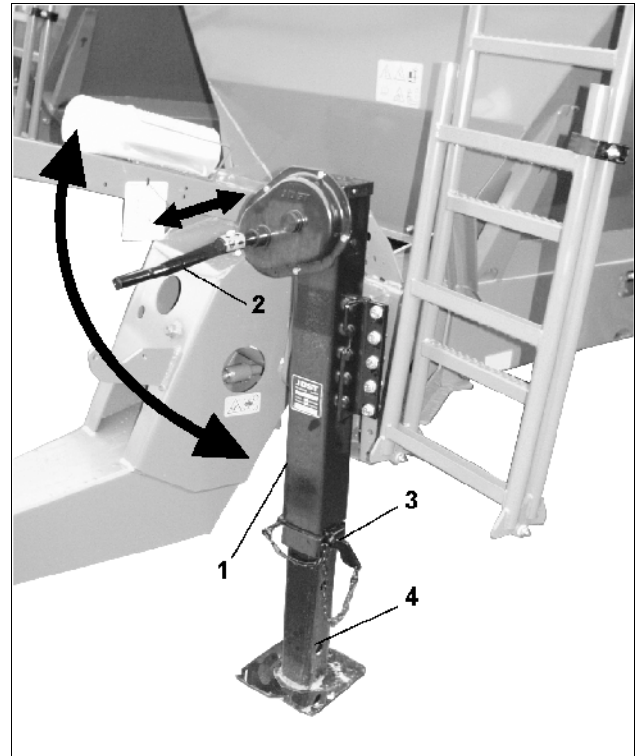

Fig. 22
- Bolzen (Fig. 22/4) aus der unteren Bohrung herausziehen.
- Stützfuß (Fig. 22/1) absenken.